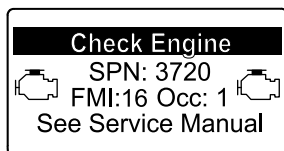

Figura 46
- Aviso do motor SPN 3720, FMI 16 (Figura 46)